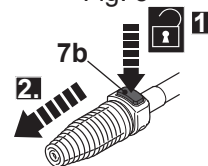

Fig. 6
1. Apăsăți pe butonul de eliberare (7b) (Fig.6 pasul 1) și înlăturați duza (pasul2).